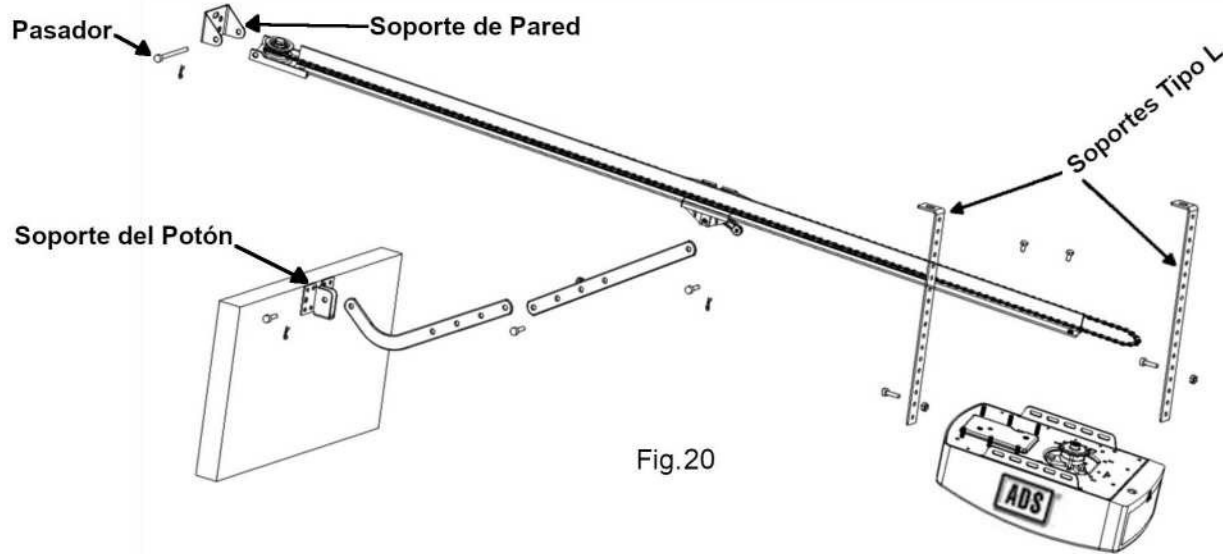
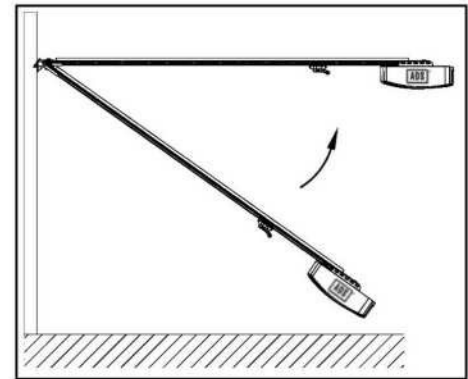

Fig.20
Fig.21
1. Ensamble el Abrepuertas de Garaje al Riel "T" de acero tal y como se indica. (Fig. 20)
2. Coloque el Abrepuertas de Garage ensamblado con el Riel de Acero centrado sobre el Piso del Garage, con el Abrepuertas de Garage alejado del Portón. Levante la parte Delantera del Riel hasta el Soporte de la Pared (Fig.20) y Fijelo con el Pasador del Soporte de Pared. (Fig.21)
3. Levante y Apoye el Abrepuertas de Garage con una Escalera, Alinee el Riel con la Línea Central marcada en el Portón, el Riel debe quedar a nivel (Fig.21). Fije el Abrepuertas de Garage y el Riel al Techo mediante los Soportes Tipo "L". (Fig.21)